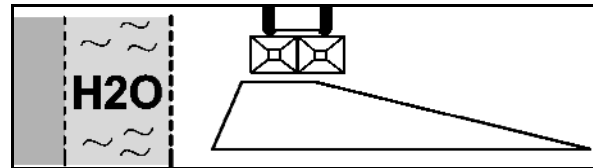

Рис. 92
2. Распределение по канаве в соответствии с предписанием о внесении удобрений (Рис. 92):